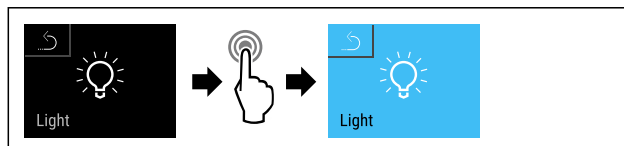

Fig. 70
- ▶ Suivre les étapes (voir Fig. 70) .